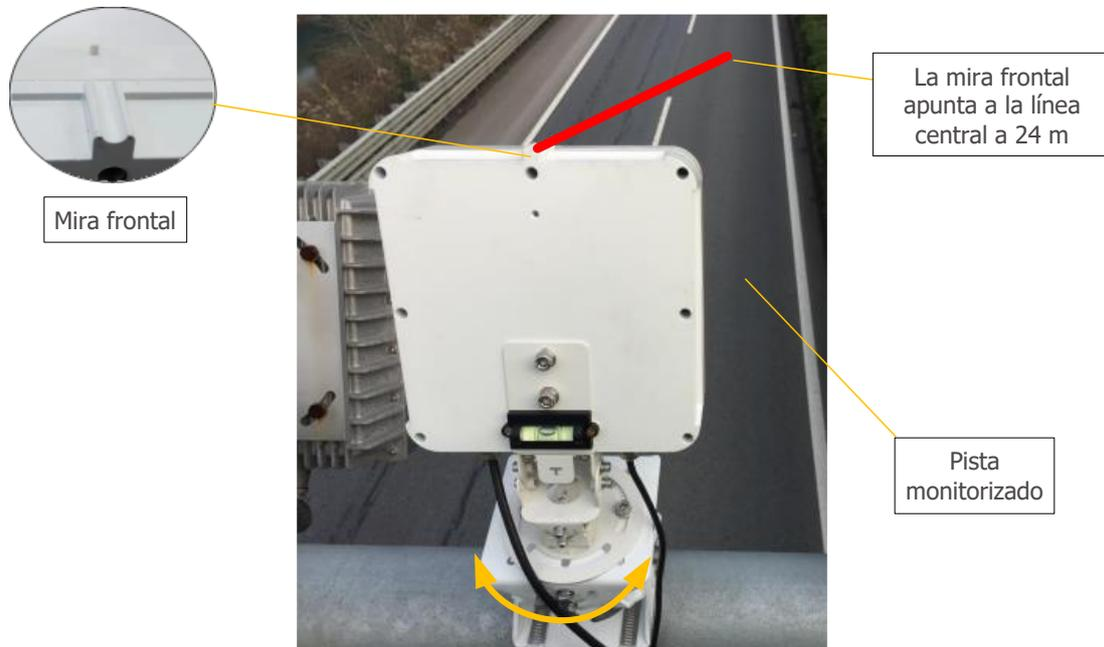

Figura 10 – Diagrama de rotación horizontal
- 3) A través de la rotación horizontal, apunte al centro del área de monitoreo (el punto central del alcance del objetivo) de acuerdo con la vista en el soporte del marco del radar (Figura 10):